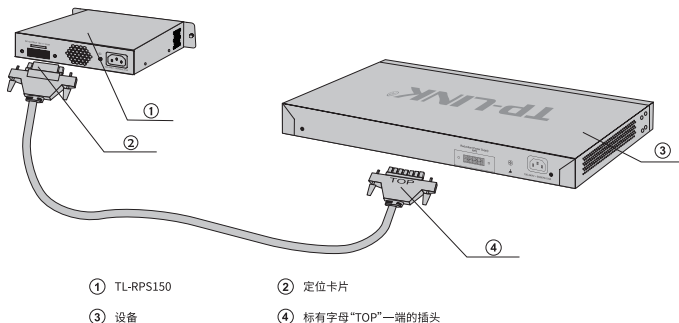

图3-8 连接设备和TL-RPS150示意图
- 使用TL-RPS150中配送的直流电源线连接设备和TL-RPS150。如图3-8所示，直流电源线的其中一端插头上标有字母“TOP”，另一端插头上则带有一个定位卡片。请将标有字母“TOP”的一端插到设备的RPS输入接口，而带有定位卡片的一端插入TL-RPS150的直流输出接口。操作时应注意将两端插头中带字母“TOP”和带定位卡片的一面朝上。